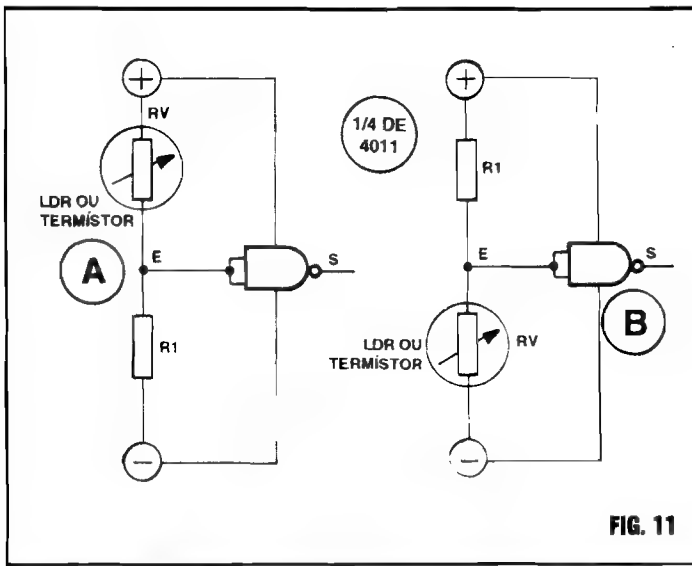
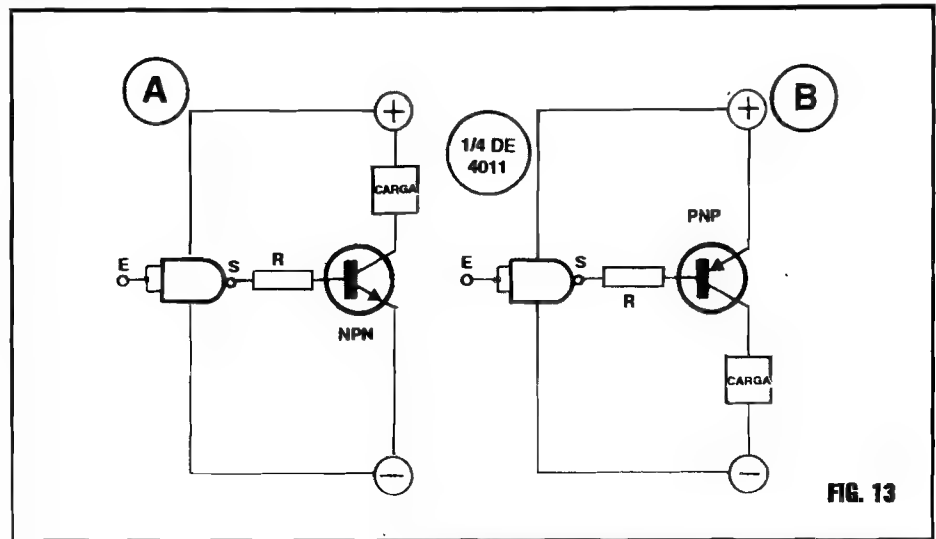

FIG. 11
FIG. 13
- FIG. 11 - DEPENDENDO DA APLICAÇÃO, TAMBÉM É POSSÍVEL EXCITAR CORRETAMENTE UMA ENTRADA DE C.MOS A PARTIR DE UM SINAL QUE VARIE "LENTAMENTE", EM TENSÃO... - Apesar da nossa "insistência" quanto à perfeita definição dos níveis aplicáveis a uma Entrada de C.MOS, existem circuitos ou funções em que a velocidade de reação ou interpretação do estado ou nível não são muito importantes para o bom andamento, para o desejado funcionamento final... Nesse caso, é perfeitamente possível excitar uma Entrada C.MOS através de sistemas de transição "lenta" de sinal ou nível, conforme exemplificam os diagramas da figura 11...
- FIG. 13- ACIONANDO “CARGAS” SOB MAIORES CORRENTES, A PARTIR DE UMA SAÍDA DE GATE C.MOS... - Nos exemplos da fig. 11, o aproveitamento apenas da Corrente fornecida (ou “puxada”...) diretamente pela Saída C.MOS, obviamente limita muito, em termos de Potência final, as aplicações comandadas... Se quisermos acionar “cargas” que demandem Correntes mais “pesadas”, basta recorrermos aos nossos “velhos amigos” amplificadores, os **TRANSISTORES BIPOLARES** comuns (já “mais do que estudados”...), conforme exemplificam os dois diagramas, sendo um com unidade NPN e outro com PNP... Em qualquer caso, o terminal de base do transistor é ligado à Saída C.MOS, ou de modo direto, ou com a intervenção de um resistor, cujo valor, tipicamente, situa-se em torno de 10K, mas que pode variar, em função das necessidades de Corrente de base e do ganho do transistor, etc. Em 13-A, a carga será energizada apenas quando a Saída S do C.MOS se apresentar “alta”, ficando desenergizada quando a dita Saída apresentar nível digital “baixo”... Em 13-B a situação se inverte, com a carga eletricamente acionada apenas